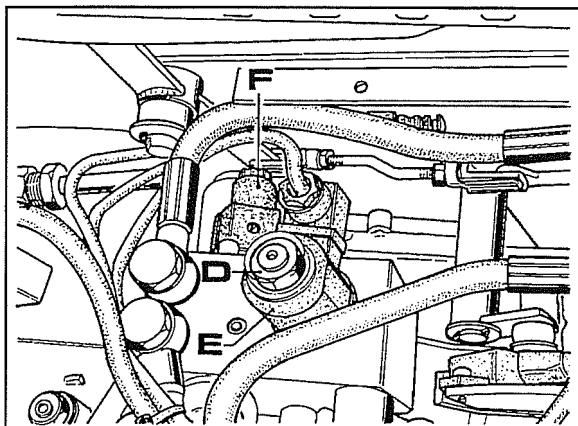
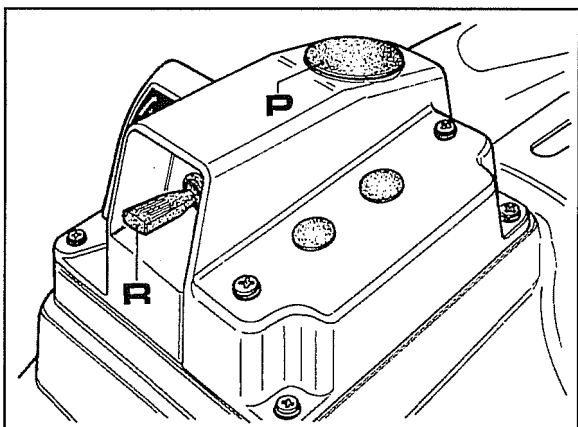
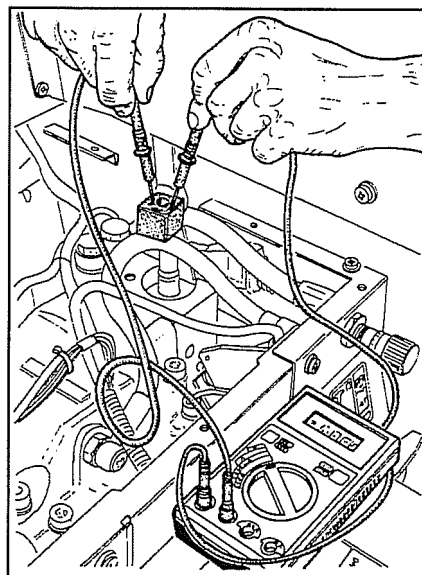

Fig. 4
Fig. 6
Fig. 5
1. Depois de se ter retirado o assento, retirar a protecção da electroválvula e desatarraxar a porca **D** fig.4, e depois retirar a bobina **E** do solenóide.
2. Para verificar se existe corrente, medir a voltagem na ficha da cablagem que chega à electroválvula (fig.5) não esquecendo que primeiro é necessário preparar a máquina com o levantador completamente abaixado, ligar a corrente do quadro, premer o botão de segurança **P** fig.6 e accionar em levantamento a alavanca **R** fig.6 do comando do levantador. Se durante esta medição não se detecta a presença de corrente, é necessário verificar a eficiência do interruptor de fim de curso do levantador.
Para efectuar a medição da voltagem na ficha da cablagem que chega à electroválvula **F** fig.4, é suficiente desligar a cablagem da electroválvula não esquecendo que primeiro é necessário preparar a máquina accionando para baixo a alavanca **R** fig.6 comando levantador, e a seguir premer o botão de segurança
**P** fig.6.
1. Depois de se ter retirado a protecção, desatarraxar a porca **D** fig.4, e depois retirar a bobina **E** do solenóide.